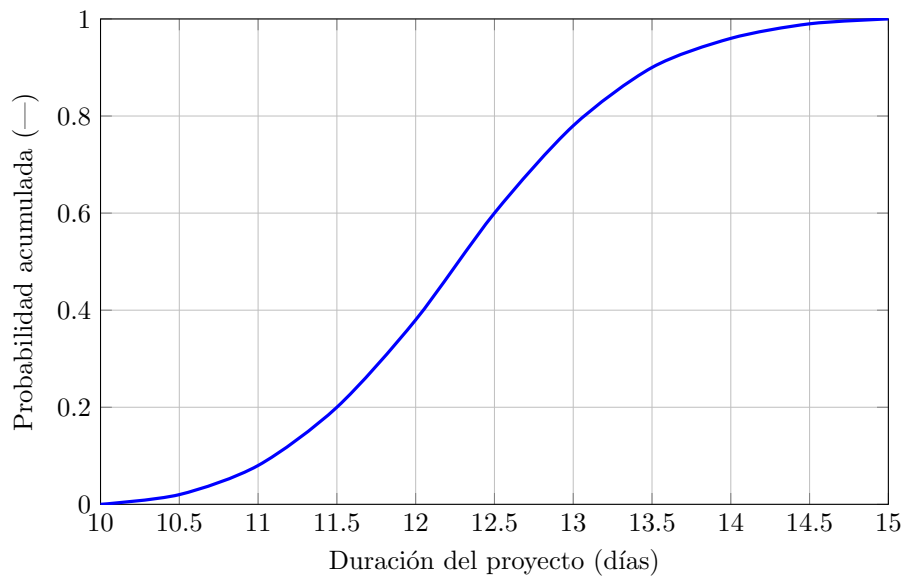

Figura 3.17: Curva en S tras simulación de Monte Carlo
- Una curva de distribución acumulada (**curva S**, como se muestra en la Figura 3.17), que representa la probabilidad de alcanzar un determinado valor.